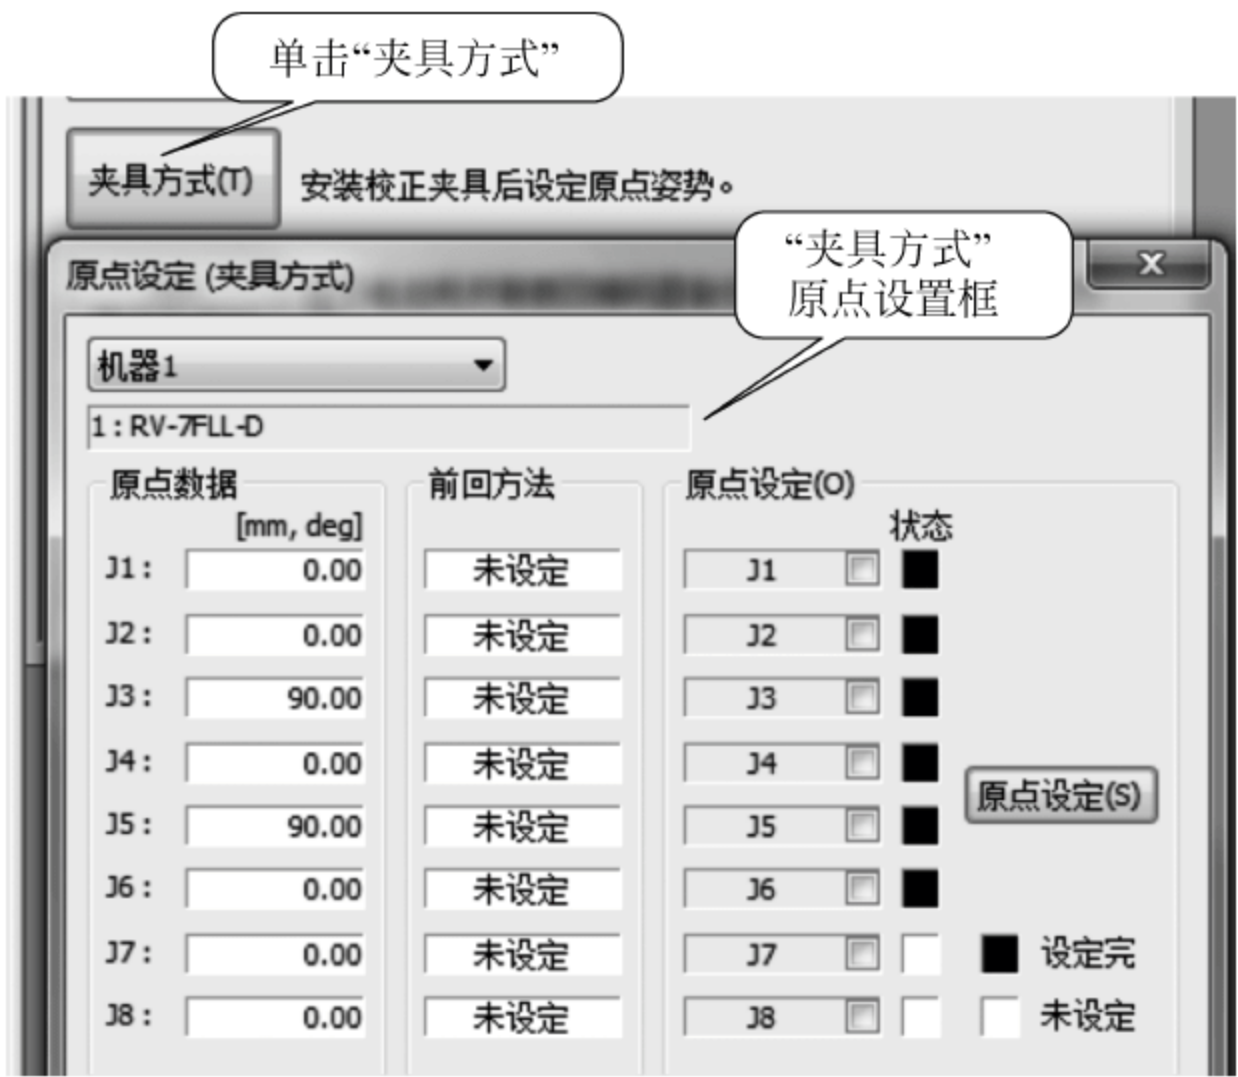

图 30-44 夹具方式设置原点数据画面
操作方法: 如图 30-44 所示。
(1) 单击原点数据画面中的“夹具方式”按钮,显示画面如图 30-44 所示(夹具方式就是校正棒方式);
(2) 将机器人各轴移动到“校正棒”校正的各轴位置;
(3) 选中需要做原点设定的轴的复选框;
(4) 单击“原点设定”按钮(原点设置完成)。